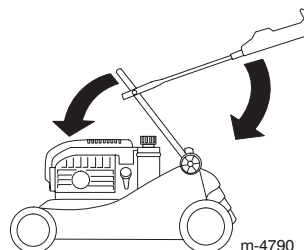

Figure 29
3. Abaissez la partie inférieure du mancheron vers l'avant avec précaution jusqu'à ce qu'elle repose sur le moteur (Fig. 29).
4. Repliez la partie supérieure du mancheron en arrière avec précaution jusqu'à ce qu'elle repose bien à plat (Fig. 29).